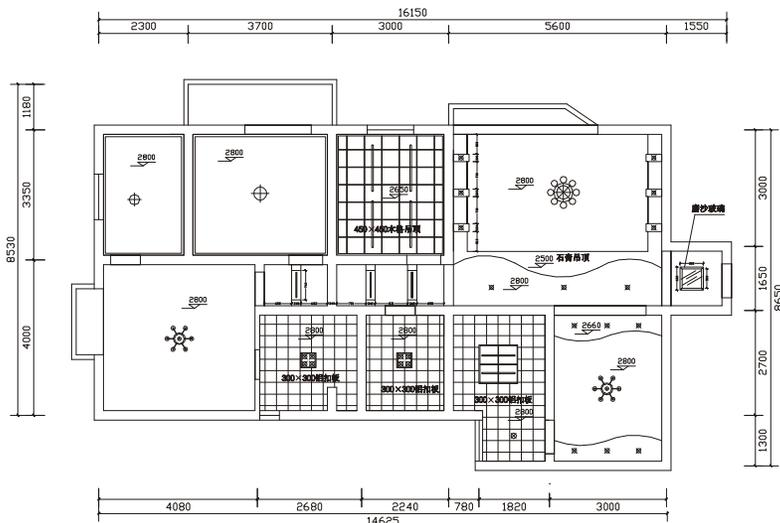

图 7-1-50
**STEP 04** 使用绘制矩形命令 RECTANG 绘制一个 40 × 1200 的矩形，并使用镜像命令 MIRROR 并将其进行镜像，再把标高标注标出来。如图 7-1-50 所示。
使用本案例的绘制方法，使用 AutoCAD 2004 将如图 7-1-50 所示的天棚图方案改为自己设计的天棚图方案，如可以改变客厅吊顶的造型、安装其他灯具、对过道的天棚重新进行处理等。